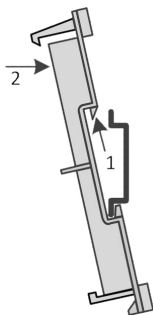

Рисунок 4. Монтаж на DIN рейку
9. Для монтажа на DIN рейку нижний зажим поставьте на край рейки, а верхний оттяните с помощью плоской отвертки. Прижмите корпус контроллера к DIN-рейке, верхний зажим должен защелкнуться под действием пружины (рисунок 4).